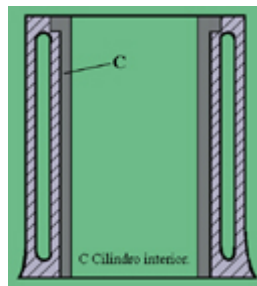

Fig. 4
- Bloque de camisas secas (**fig. 4**).